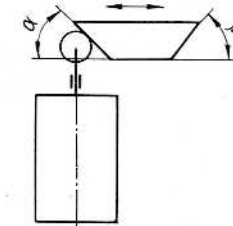

Рис. 2.
4. Выключатели с приводом толкатель с роликом (рис. 2) предназначены для работы с проходным реверсивным, неререверсивным и непроходным упорами, но могут работать и с толкающим упором. Угол набегания упора α и угол сбегания β составляет не более 40° при скорости движения упора до 0,25 м/с и не более 20° при скорости свыше 0,25 м/с.